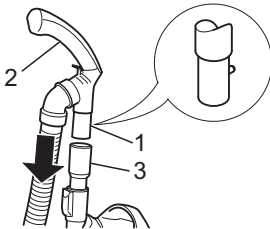

Abb. 2
1. Drücken Sie den Arretierstift (Abb. 2/1) und stecken Sie den Handgriff (Abb. 2/2) in das obere Ende des Teleskoprohres (Abb. 2/3).